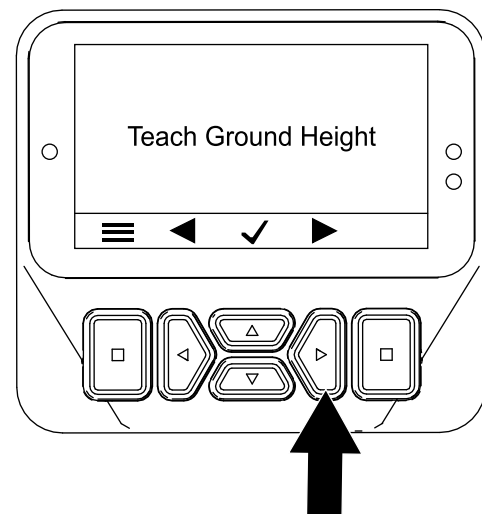

Figura 46
3. Pulse el botón derecho dos veces para mostrar la pantalla Calibrating the Tine Ground Height (Calibración de la altura de los taladros con respecto al suelo) (Figura 46).